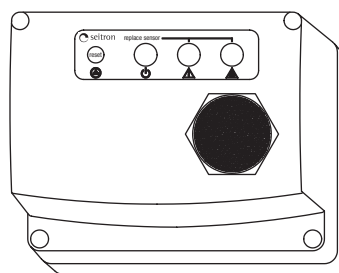

Fig. 1 - Aspetto esteriore.
Il monossido di carbonio (CO) è un gas estremamente tossico e molto pericoloso: essendo infatti incolore e inodore, non è percepibile dalle persone se non a causa delle sue gravi conseguenze anche in concentrazioni di assunzione ridotte. L'RGI CO0 L42 (Fig. 1) è un dispositivo elettronico a microprocessore che risponde alla necessità di sicurezza in tutti quei casi dove l'uso di apparecchiature domestiche o industriali comporta il rischio, a causa di una cattiva combustione o di un funzionamento irregolare, di inquinamento da CO. Le segnalazioni